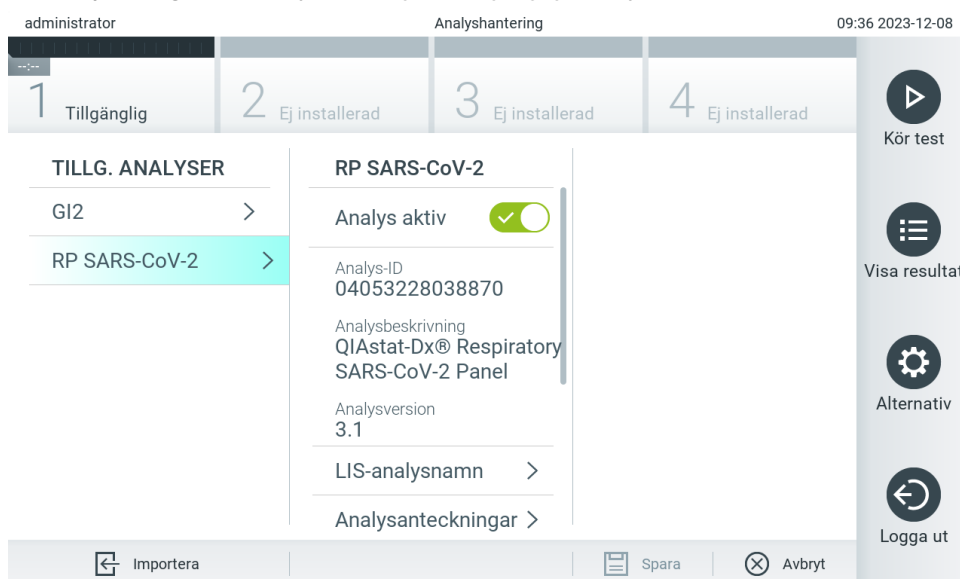

Bild 57. Hantera tillgängliga analyser.
1. Tryck på knappen Options (Alternativ) och därefter knappen Assay Management (Analyshantering) för att komma till skärmen Assay Management (Analyshantering). De tillgängliga analyserna listas i den första kolumnen av innehållsområdet (bild 57).